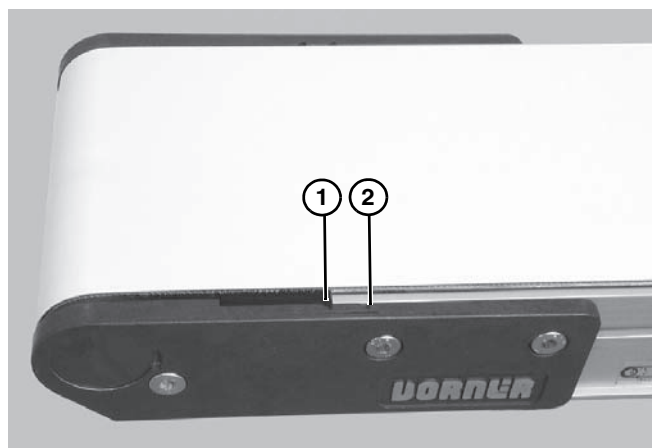

Figure 26
- Ajustez l'assemblage de plaque supérieure afin que l'extrémité du cadre du convoyeur s'aligne avec ou entre les marques de tensionnement de la plaque supérieure (**Figure 26, item 1 et 2**). Remplacez la courroie si un tensionnement adéquat n'est pas obtenu en alignant l'extrémité du cadre du convoyeur avec ou entre les marques de tensionnement. Voir REMARQUE.